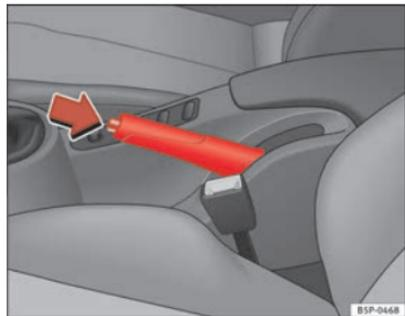

Fig. 146 Travão de mão entre os bancos dianteiros
- Puxe com força para cima a alavanca do travão de mão ⇒ fig. 146.
- Puxar a alavanca um pouco para cima, premir o botão de desbloqueio no sentido da seta ⇒ fig. 146 e fazer descer completamente a alavanca ⇒ ⚠.